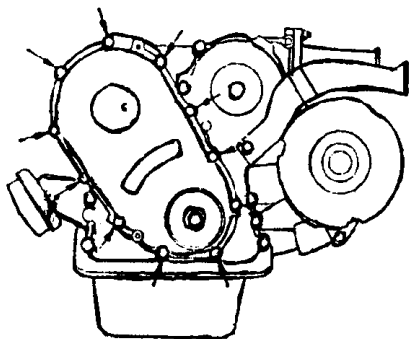

图 1-3 正时齿轮盖的拆卸
(2) 拆下正时齿轮盖的固定螺栓，取下正时链轮盖，如图 1-3 所示。